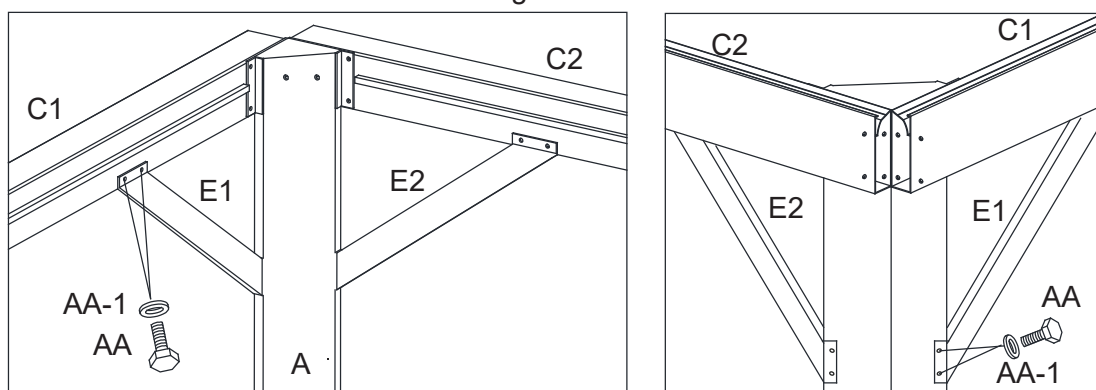

Figure 4-2
Figure 4.2 : Fixez la barre de support ((E1/E2) aux poteaux d'angle (A) et aux traverses (C1/C2) avec les boulons (AA) et la rondelle en acier (AA-1). Voir figure 4.2.